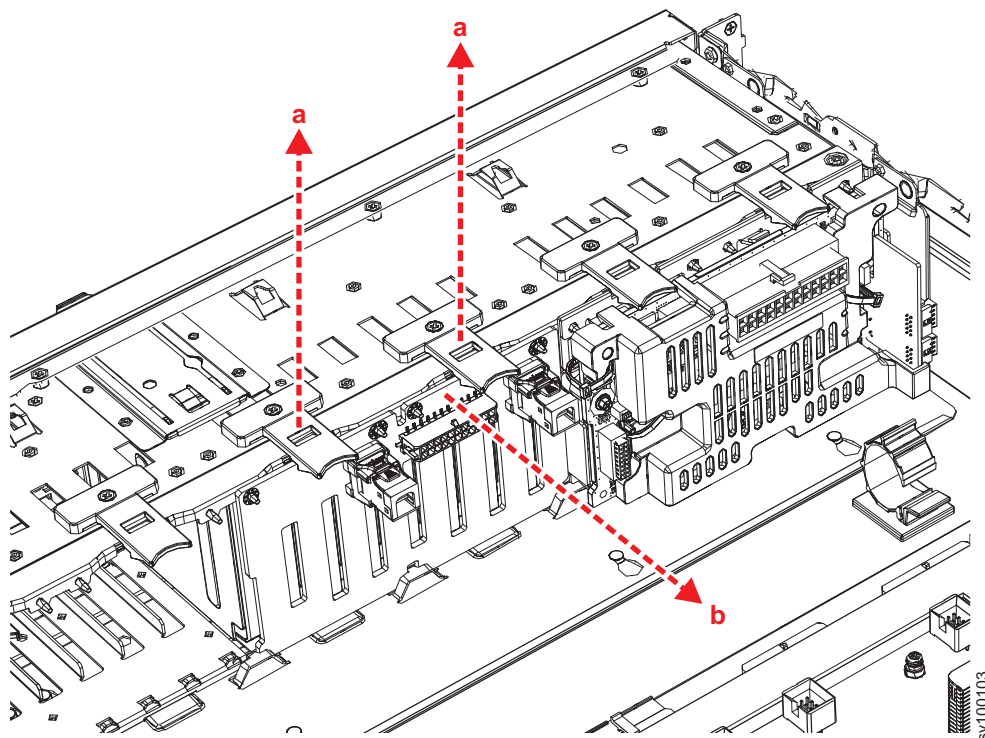

図 89. 2145-SV1 SATA ドライブ・バックプレーンの取り外し
8. 図 89 に示すように、2 つの前面タブを持ち上げ、ノードの背面の方向にバックプレーン・アセンブリーを回転させて、バックプレーン・アセンブリーを取り外します。